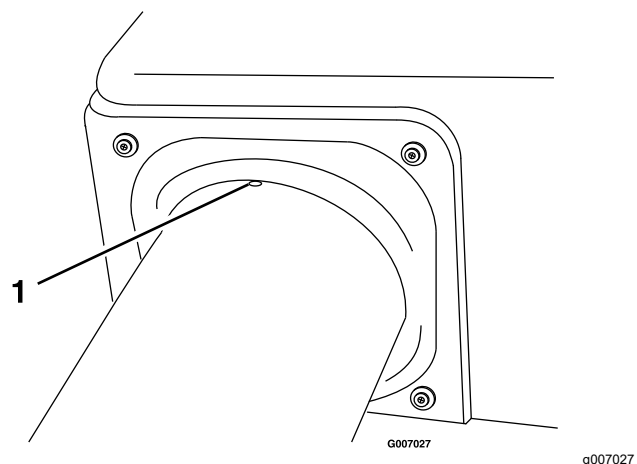

Bild 51
7. Fluchten Sie die Vertiefung im oberen Rohr gleichmäßig zwischen den Schrauben aus, mit denen die Füllkastendichtung am Füllkasten befestigt ist (Bild 51).
11. Stellen Sie sicher, dass die Vertiefung von **Bild 51** noch vorhanden ist.